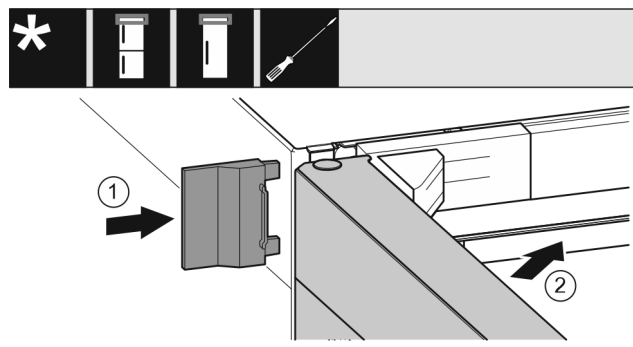

Fig. 22
- ▶ Applicare la copertura esterna Fig. 22 (1).
- ▶ Chiudere la porta superiore Fig. 22 (2).